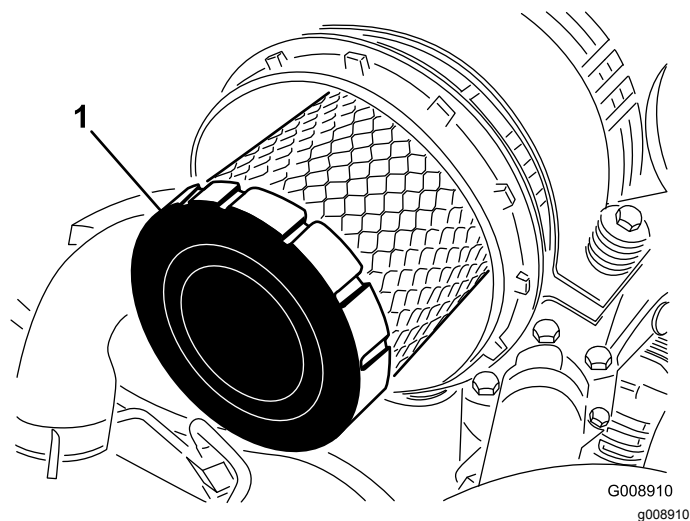

Figure 80
4. Déposez le préfiltre (Figure 80).